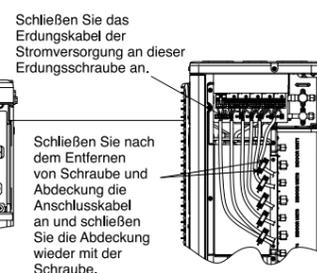

Abb. 1-3-2
- (2) Schließen Sie das Verbindungskabel und das Netzkabel an die Klemmenleiste an (Abb. 1-3-2).
- (3) Befestigen Sie die Verbindungskabel und das Netzkabel richtig mit einem Stahlband (Abb. 1-3-2).
- Um zu vermeiden, dass das Kabel verkratzt oder von der Seitenabdeckung eingeklemmt wird, ist dieses wie in Abb. 1-3-2 dargestellt mit Band zu fixieren.